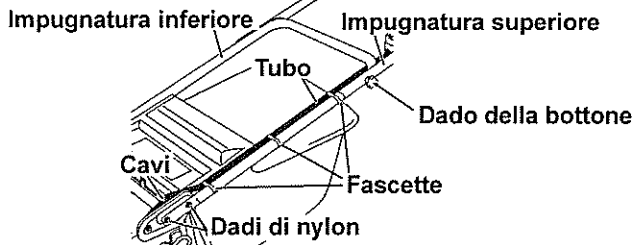

Fig. 2.
- 1 Installare l'impugnatura inferiore sulla macchina (con 4 dadi di nylon). (Fare riferimento alle Figure 2, 3 e 4.)